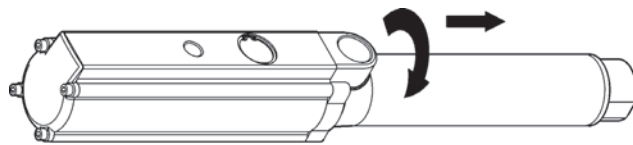

Fig. 5a
1. Secure the pump in a vice in the horizontal position, clamping it by the outlet body. Unscrew the pump tube using a strap-wrench (fig. 5a). **NOTE:** Do not use a pipe wrench, the pump tube can be damaged.
1. Fije la bomba en una mordaza agarrando por el cuerpo de salida con la bomba en posición horizontal. Desenrosque el tubo con una llave de correa (fig. 5a). **NOTA:** No use una llave tipo Stillson, el tubo puede llegar a dañarse.
1. Placer la pompe sur un établi et la serrer au niveau du corps de la pompe en maintenant cette dernière en position horizontale. Desserrer le tube à l'aide d'une clé à angle (fig. 5a). **NOTE:** Ne pas utiliser de clé modèle Stillson au risque d'endommager le tube de la pompe.